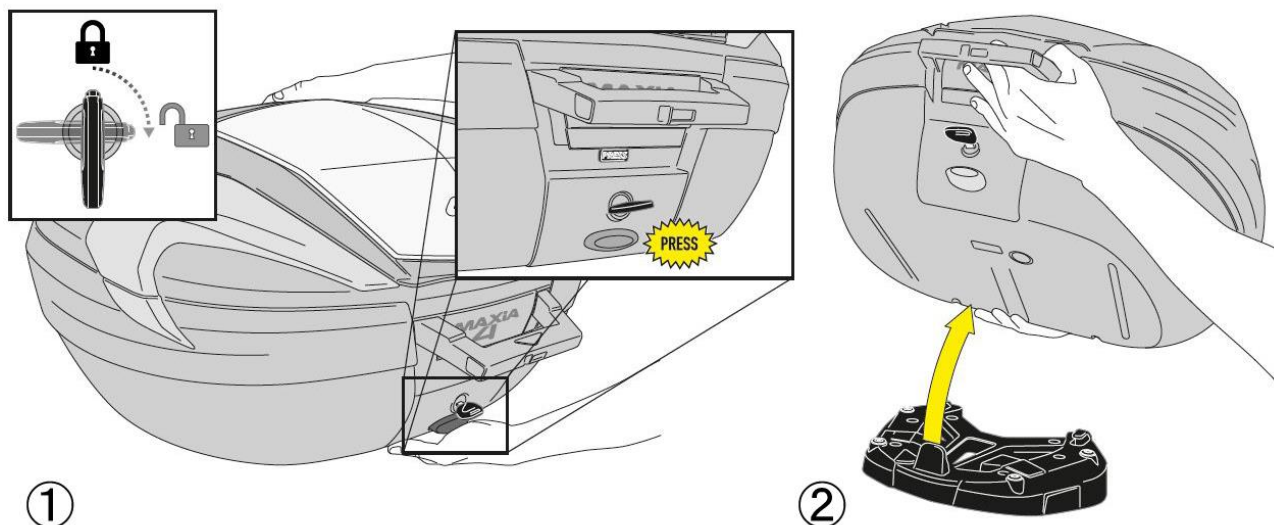

図 C1 (イラストは V56 ですが、他モデルも取り扱いと同じです。)
1. ①蓋を閉めた状態で、キーシリンダーに②セキュリティーキーを奥までしっかりと挿し込み、②キーを右に回し(3時位置よりも回し進めて)、ケースからハンドルを引き出します。(図 C1①参照)
2. 引き出したハンドルを適宜活用して①ケースを両手でしっかりと支え持ち、脱落させないように十分注意しながら、キーシリンダー下部にあるベースロック解除ボタンを内側に押し込み、ベースプレート後側のアタッチメントと①ケースの勘合を慎重に外します。(図 C1①参照)
3. 引き続き①ケースを両手でしっかりと支え持ち、ベースプレート前側の凸部(2箇所)と①ケース前側の凹部(2箇所)の勘合を慎重に外し、脱落させないように十分注意しながらベースプレートから①ケースを完全に取り外します。(図 C1②参照)